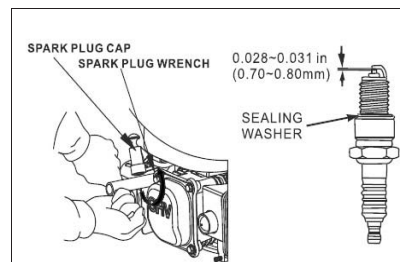

Fig. 11
4. Mesurez l'écartement de l'électrode avec la jauge appropriée. L'écart correct est de 0,028 à 0,031 pouces (0,70 à 0,80 mm). Si un réglage est nécessaire, corrigez l'écart en pliant soigneusement l'électrode latérale. (Voir la figure 11)